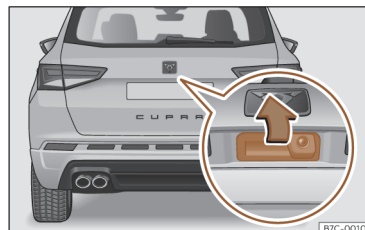

Fig. 54 Hayon arrière : ouverture de l'extérieur.
- **Ouvrir** : appuyez légèrement sur la poignée. Le hayon arrière s'ouvre automatiquement >>> fig. 54.